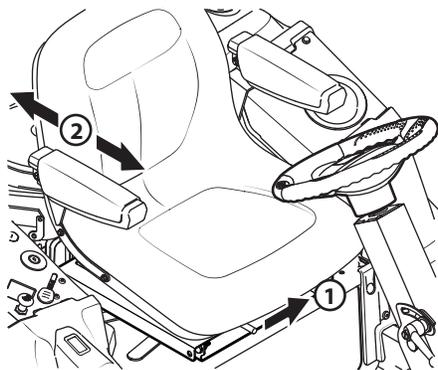

Figure 2-6
- Pour régler la position du siège, poussez le levier de réglage du siège vers la gauche. Voir Figure 2-6.
- Glissez le siège vers l'avant ou vers l'arrière à la position désirée, puis relâchez le levier de réglage. Assurez-vous que le siège est verrouillé avant d'utiliser l'appareil. Voir Figure 2-6.